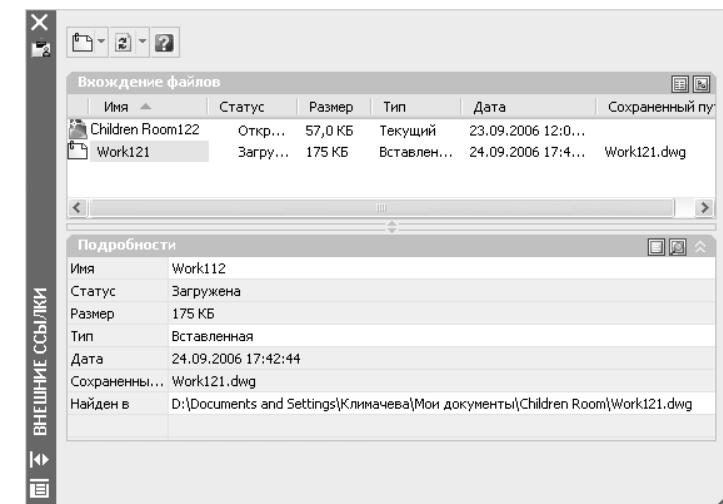

Рис. 12.14 ▼ Сведения о главном файле чертежа и о присоединенных к нему файлах внешних ссылок
1. Откройте палитру **Внешние ссылки** (External References) (например, введите для этого в командном окне **сс** (XR) или **вн** (ER)).
2. Выделите в списке внешнюю ссылку **Work121**, как показано на рис. 12.14, и щелкните на кнопке **Обновить** (Refresh), которая находится в верхней части панели правее кнопки **Присоединить DWG** (Attach DWG).